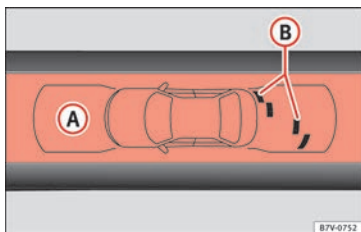

Fig. 211 Indicación del OPS en pantalla: (A) se ha detectado un obstáculo en el segmento; (B) zona registrada delante del vehículo.
tancia de unos 120 cm y hacia el lado hasta 60 cm » fig. 211 (B). Detrás del vehículo, la zona analizada alcanza hasta una distancia de 160 cm y unos 60 cm hacia los lados » fig. 210 (C).
El gráfico mostrado representa las zonas supervisadas en varios segmentos. A medida que el vehículo se acerca a un obstáculo, más se acerca el segmento al vehículo representado » fig. 210 (B) y » fig. 211 (A). A más tardar, cuando se muestra el penúltimo segmento, se ha llegado a la zona de colisión.